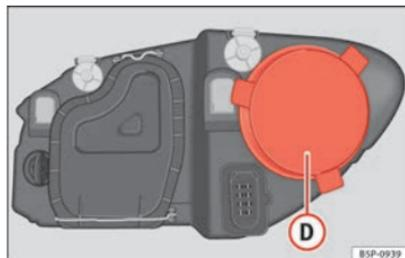

Fig. 188 Feux de position.
- Retirez le cache ⇒ fig. 188 D en tirant dessus.